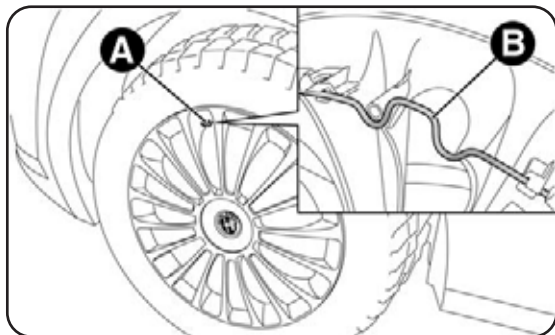
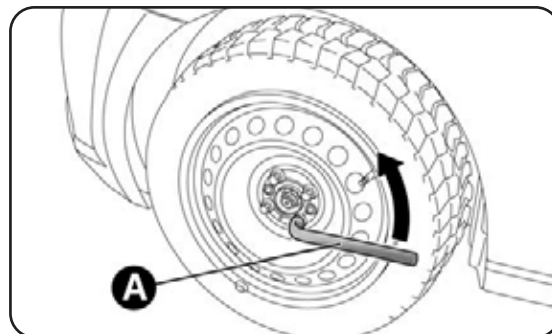
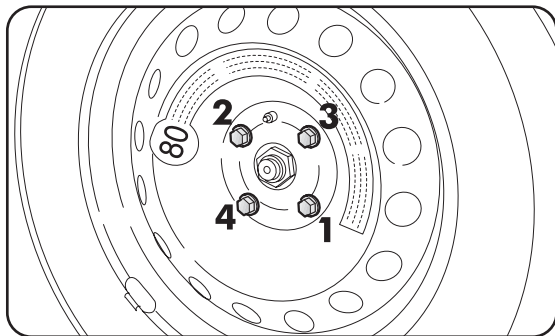

fig. 4
fig. 5
fig. 9
- per versioni con cerchi in acciaio: inserisci il cacciavite nella fessura A-fig. 4 in modo da far scattare la molletta B di trattenimento coppa ruota.
- prendi la chiave A-fig. 5 ed allenta di circa un giro i bulloni di fissaggio;
- prendi la chiave A-fig. 5 ed avvita a fondo i bulloni di fissaggio;
- mediante l'utilizzo della chiave A-fig. 5, avvita a fondo i bulloni, passando alternativamente da un bullone a quello diametralmente opposto, secondo l'ordine numerico illustrato in fig. 9;
- mediante la chiave A-fig. 4 avvita i bulloni di fissaggio;
- mediante la chiave A-fig. 4 avvita a fondo i bulloni, seguendo l'ordine numerico illustrato in fig. 9;